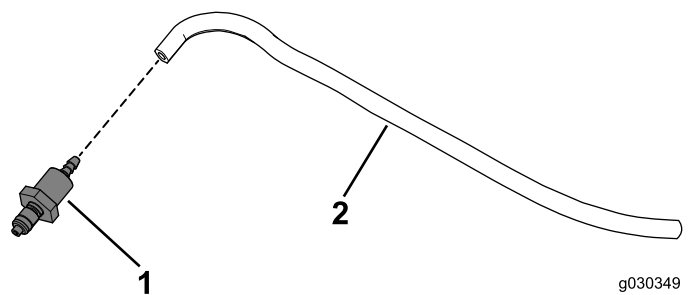

Figure 37
2. Branchez le raccord de flexible à l'autre bout du flexible de lave-glace (Figure 37).